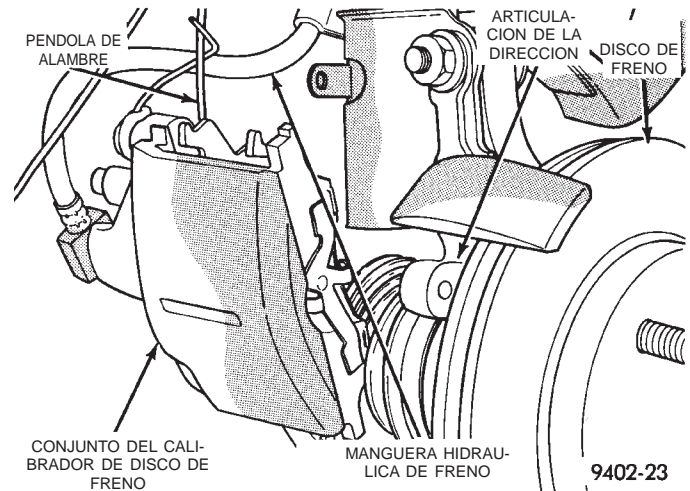

Fig. 58 Cómo sostener el calibrador de freno de disco
(5) Sostenga con firmeza el calibrador de disco de freno con una péndola de alambre (Fig. 58). Esto se requiere para impedir que el peso del calibrador dañe la manguera flexible de freno.